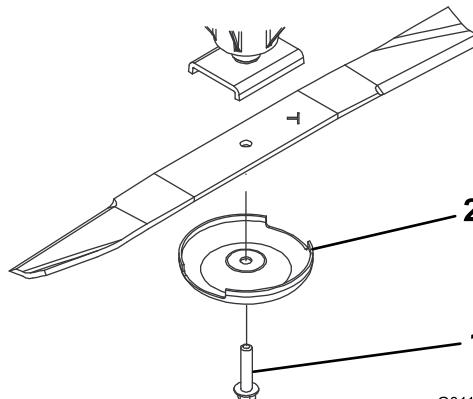

Figura 95
2. Sujete el extremo de la cuchilla usando un paño o un guante grueso. Retire del eje de la cuchilla el perno de la cuchilla, el protector de césped y la cuchilla (Figura 95).
3. Instale la cuchilla, con la vela hacia la carcasa de corte, con el protector de césped y el perno de la cuchilla (Figura 95). Apriete el perno de la cuchilla a 115–149 N·m.
Si se permite que la cuchilla se desgaste, se formará una hendidura entre la vela y la parte plana de la cuchilla (Figura 95). Con el tiempo, una parte de la cuchilla puede desprenderse y ser arrojada desde debajo de la carcasa, posiblemente causando lesiones graves a usted o a otra persona.